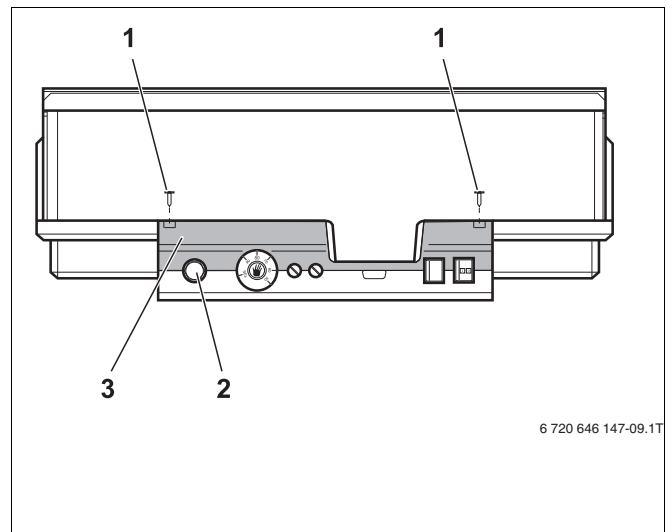

Рис. 1 Система управления Logamatic 4324
- ▶ Для настройки температуры нужно вынуть предохранительный ограничитель (STB) (→ Рис. 1, [2]) из корпуса.
- ▶ Для демонтажа предохранительного ограничителя температуры выверните два винта (→ Рис. 1, [1]).
- ▶ Снимите крышку (→ Рис. 1, [3]).